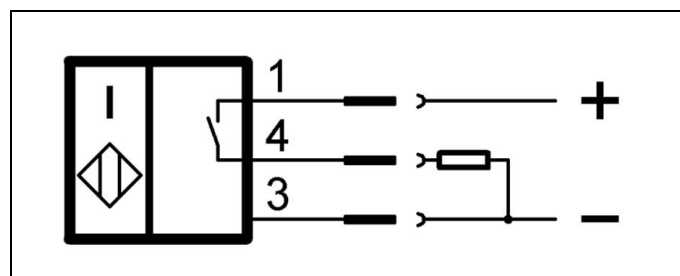

Fig. 11: Schema elettrico per il sensore induttivo pnp (+)
11. Con la tensione di comando inserita la regolazione dell'interruttore di prossimità può essere verificata in base all'andamento del segnale del processo di bloccaggio e sbloccaggio alla fig. 11.